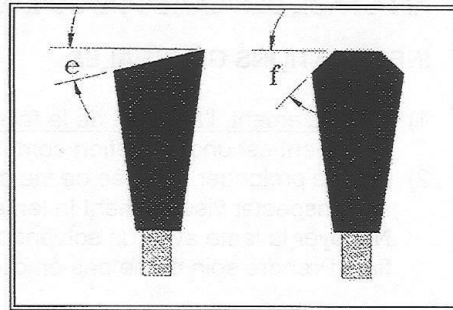

FIGURE 14
ANGLE DE DÉGAGEMENT LATÉRAL (0° à 25°) (Fig.14)
ANGLE DE CHANFRIEN (30° à 45°)(Fig. 14)
- 3) Ajuster l'angle de dégagement latéral (0° à 25°) ou angle de chanfrein (Fig. 14).